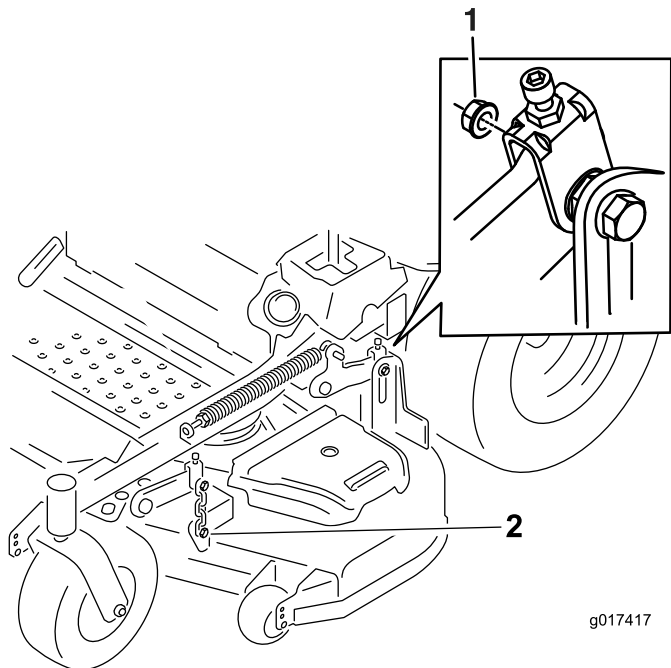

Figura 88
7. Retire y guarde el perno de cuello largo y la tuerca de los accesorios de elevación de la carcasa trasero y delantero en ambos lados de la máquina (Figura 88).